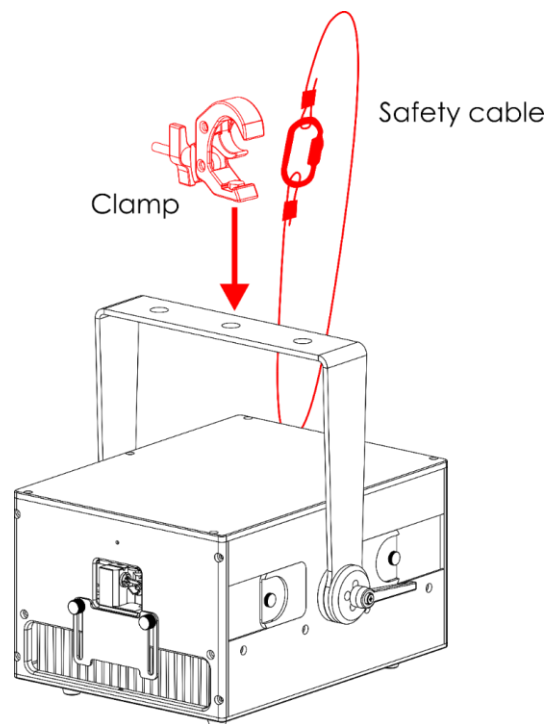

Fig. 10
- 01) Utilice una abrazadera para sujetar la unidad a la estructura de soporte como se indica en la Fig. 10. Asegúrese de que la unidad no se pueda mover libremente.
- 02) Sujete la unidad con una suspensión secundaria, por ejemplo, un cable de seguridad. Asegúrese de que la suspensión secundaria puede soportar 10 veces el peso de la unidad. Si es posible, la suspensión secundaria debería conectarse a una estructura de soporte independiente de la suspensión primaria. Pase el cable de seguridad a través de la **anilla de seguridad (18)** como se indica en la Fig. 10.